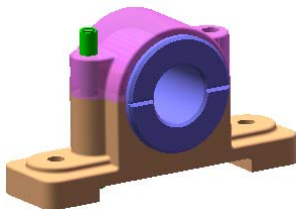
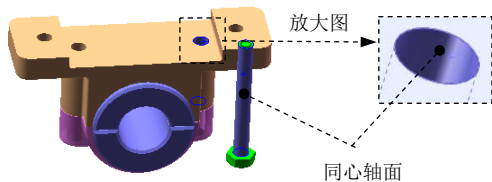
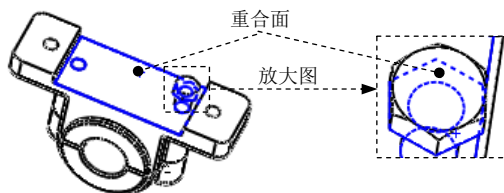

图 4.12.17 添加螺栓
图 4.12.18 选取同心轴
图 4.12.19 选取重合面
Step8. 添加图 4.12.17 所示的螺栓并定位。选择下拉菜单 **插入(I)** **零部件(P)** **现有零件/装配体(E)** 命令，系统弹出“插入零部件”窗口，单击“插入零部件”窗口中的 **浏览(B)...** 按钮，在弹出的“打开”对话框中选取 bolt.SLDPRT，单击 **打开(O)** 按钮，将零件放置于图 4.12.18 所示的位置；选择下拉菜单 **插入(I)** **配合(M)** 命令，系统弹出“配合”窗口，单击 **标准配合(A)** 窗口中的 按钮，选取图 4.12.18 所示的两个面为同轴心面，单击快捷工具条中的 按钮；单击 **标准配合(A)** 窗口中的 按钮，选取图 4.12.19 所示的两个面为重合面，单击快捷工具条中的 按钮；单击“配合”窗口的 按钮，完成零件的定位。